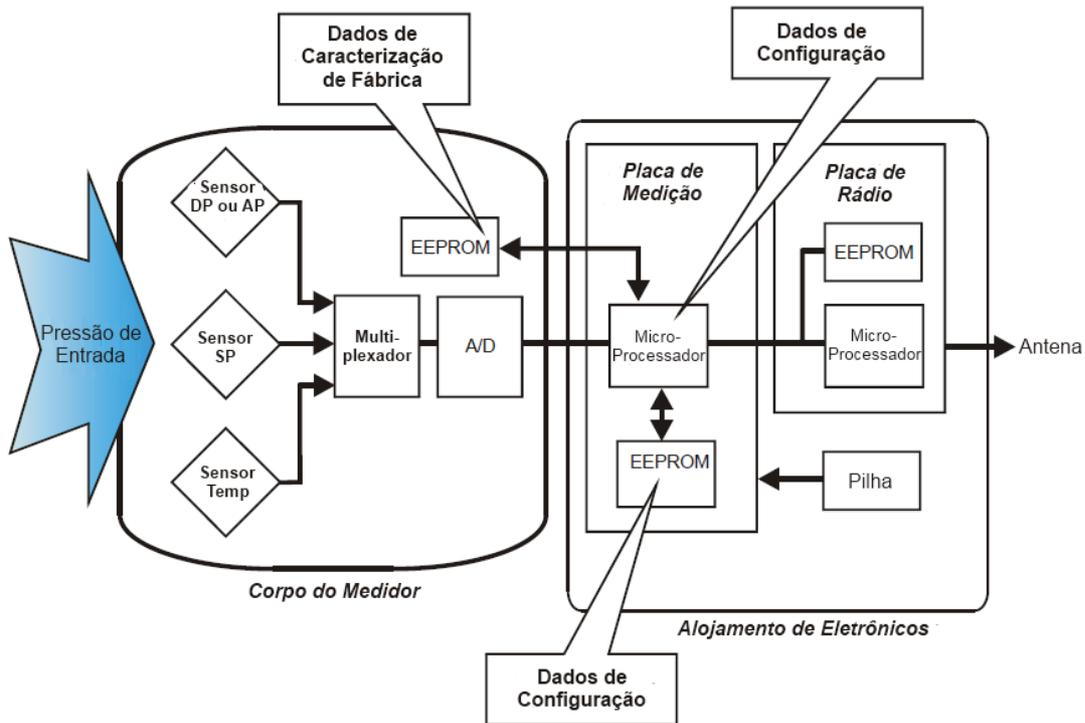

Figura 1 Diagrama Funcional do XYR 6000
O Transmissor mede a pressão do processo e transmite o valor medido como um sinal de saída digital em unidades de engenharia configuradas pelo usuário. Seus componentes principais são um alojamento eletrônico e um corpo de medidor conforme mostrado na Figura 1 (um transmissor típico de modelo de pressão diferencial).
O Variável de Processo (PV) está disponível para propósitos de monitoração e alarme. Taxas de atualização PV disponíveis: 1, 5, 10, 30 segundos e são configurados no Wireless Builder. Taxas de atualização mais lentos aumentam a vida da pilha. A temperatura do corpo do medidor também está disponível como uma variável secundária para monitoração. A Figura 1 mostra um diagrama de bloco das funções de operação do XYR 6000 Transmitter.